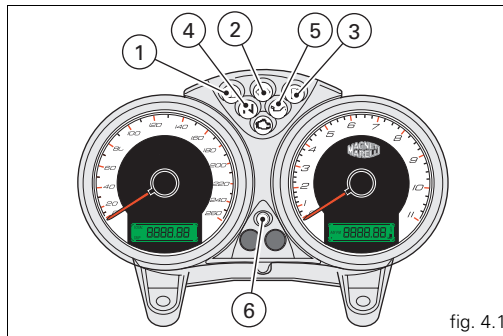

fig. 4.1
Tableau de bord (fig. 4.1)
Cette procédure permet, en cas de problèmes au système anti-démarrage, de désactiver la fonction « blocage du moteur » signalée par l'allumage du témoin ambre EOBD (7, fig. 4.1).
Le témoin EOBD (7, fig. 4.1) s'éteint après 8 secondes.
4) Compter un nombre de clignotements du témoin EOBD (7, fig. 4.1) égal au premier chiffre du code secret.
1) si le code est reconnu, le témoin (6, fig. 4.1) sur le tableau de bord, émettra un bref clignotement ; le système antivol a reconnu le code de la clé et désactive le blocage du moteur. En appuyant sur le bouton START (3, fig. 12), le moteur démarre ;
2) Si le témoin (6, fig. 4.1) ou le témoin EOBD (7, fig. 4.1) reste allumé il signifie que le code n'a pas été reconnu. Dans ce cas, il est conseillé de ramener la clé sur la position OFF, puis de la remettre sur la position ON ; si le blocage persiste, faites une nouvelle tentative avec l'autre clé fournie.